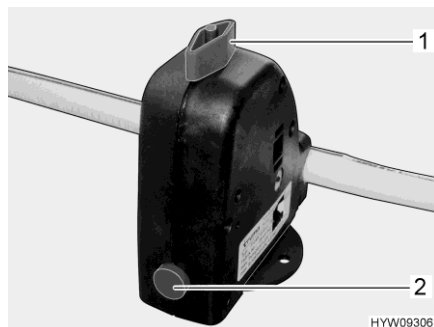

Fig. 148 Valvola di sicurezza/di scarico (Truma)
- Chiudere la valvola di sicurezza/di scarico (Truma). A tal fine ruotare la manopola (Fig. 148,1) verticalmente rispetto alla valvola di sicurezza/di scarico e premere verso l'interno il bottone automatico (Fig. 148,2).